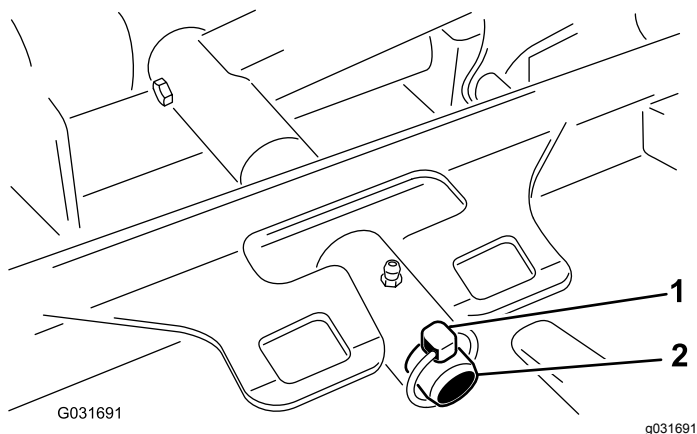

Figure 80
3. Retirez la goupille à anneau qui fixe le bâti porteur du plateau de coupe à l'axe de pivot du bras de levage (Figure 80).
3. Poussez le bâti porteur du plateau de coupe sur la tige de pivot et fixez-le avec la goupille à anneau (Figure 80).